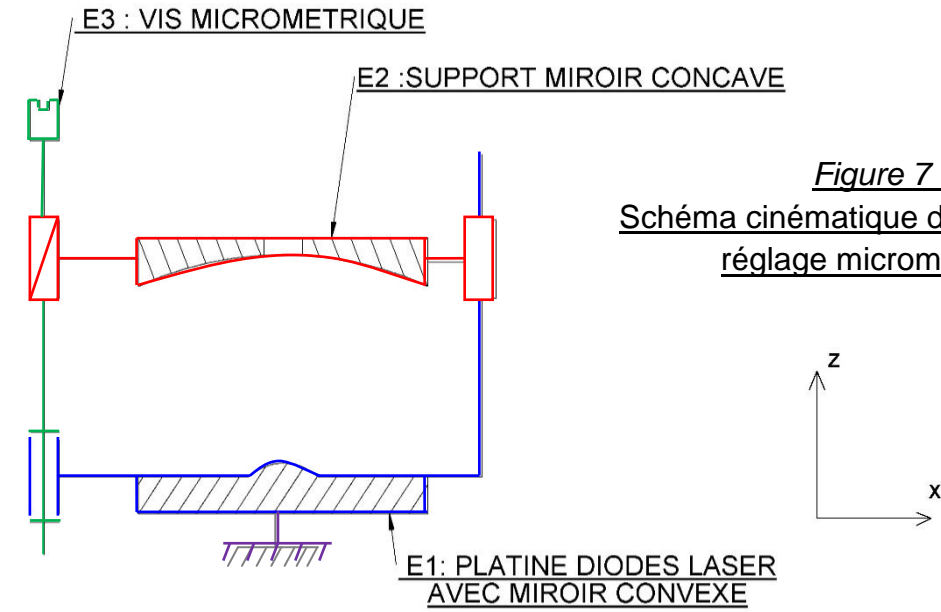

Figure 7 : Schéma cinématique du dispositif de réglage micrométrique
**Question 4 :** Sur le schéma cinématique du dispositif de réglage ci-dessous (figure 7), identifier précisément par des couleurs différentes les trois classes d'équivalences **E1, E2 et E3**.